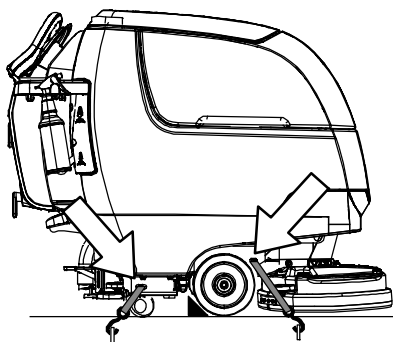

ABB. 133
3. Stellen Sie nach dem Aufladen die Vorderseite der Maschine gegen die senkrechte Vorderseite der Ladefläche des Anhängers oder Lastwagens. Senken Sie den Schrubbkopf ab, schalten Sie die Maschine ab und betätigen Sie die Feststellbremse, falls vorhanden (Abbildung 133).
4. Bringen Sie hinter jedem Rad einen Bremsklotz an (Abbildung 133).
5. Befestigen Sie mit Spanngurten die Maschine an den vier Haltebügeln am Maschinenrahmen (Abbildung 133). Bringen Sie, falls erforderlich, Ösen am Boden des Anhängers oder Lastwagens an.